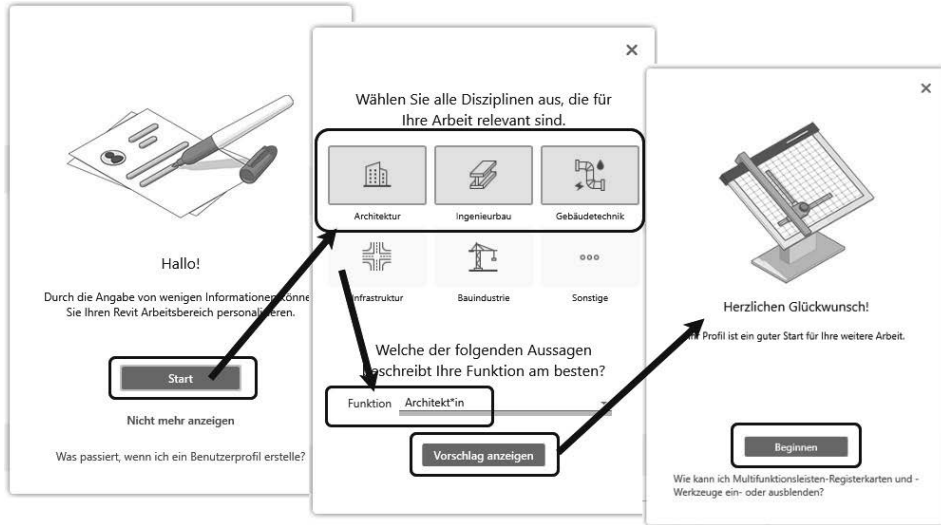

Abb. 1.3: Initialisierung beim ersten Start
- Beim ersten Programmstart erfolgt noch eine Initialisierung, durch die das Programm an Ihre typischen Bedürfnisse angepasst wird (Abbildung 1.3). Für normale Architektur-Arbeiten sollten Sie hier die Disziplinen ARCHITEKTUR, INGENIEURBAU und GEBÄUDETECHNIK aktivieren und die Funktion ARCHITEKT wählen.